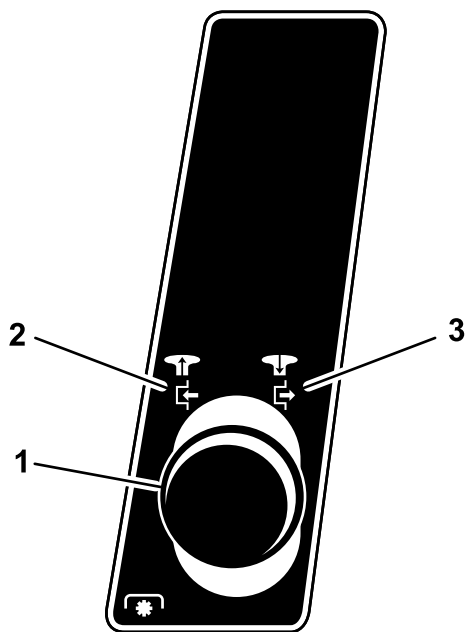

Figure 6
2. Tirez la commande des lames (PDF) en position Engagée (Figure 6).
- Poussez le bouton de commande des lames (PDF) en position Désengagée (Figure 6).